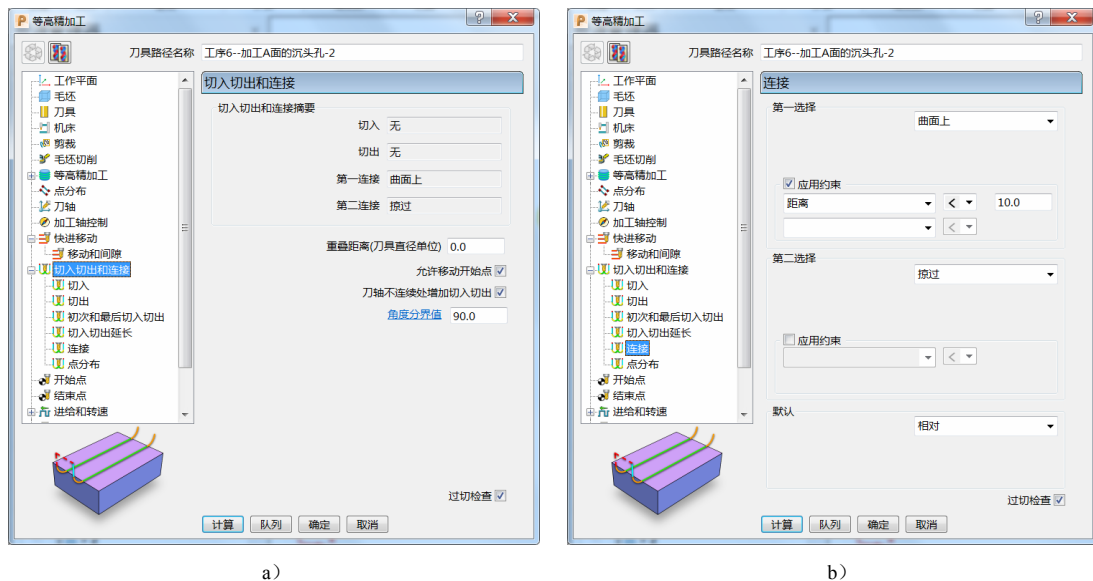

图 6-55
7) 切入切出和连接: 切入“无”, 切出“无”, 第一连接“曲面上”, 第二连接“掠过”, 重叠距离(刀具直径单位)“0.0”, 勾选“允许移动开始点”及“刀轴不连续处增加切入切出”, 角度分界值“90.0”。(图 6-55)